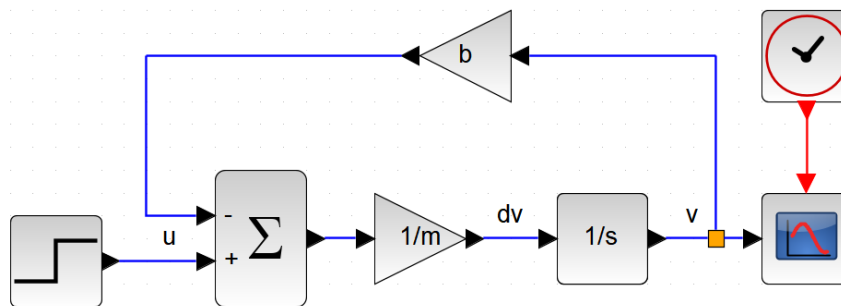

Figura 2: Diagrama de blocos do sistema do veículo por blocos integradores.
1. Realize a simulação do sistema da Equação (4) por blocos integradores conforme diagrama feito no XCOS apresentado na Figura 2. Para isto, utilize os seguintes blocos: